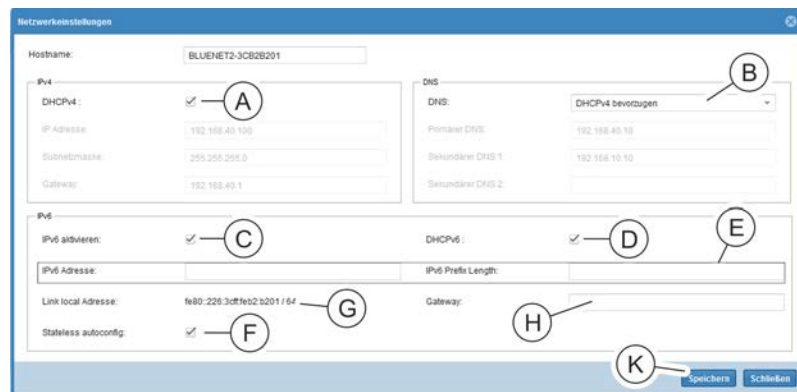

Abb. 224: Fenster "Netzwerkeinstellungen"
- Im Fenster "Netzwerkeinstellungen" im Bereich „IPv4“ die Checkbox „DHCPv4“ aktivieren (Abb. 224/Ⓐ).
- Im Bereich „DNS“ (Abb. 224/Ⓑ) den Parameter "DHCPv4 bevorzugen" oder "DHCPv6 bevorzugen" auswählen.
- Im Bereich „IPv6“ ggf. die Checkbox „IPv6 aktivieren“ (Abb. 224/Ⓒ) anklicken. Wenn „IPv6“ aktiviert ist, wird eine „Link local Adresse“ (Abb. 224/Ⓓ) automatisch auf der PDU gesetzt.
- Wenn die Checkbox „IPv6 aktivieren“ angeklickt ist, bei Bedarf die Checkbox „DHCPv6“ (Abb. 224/Ⓓ) aktivieren.
Alternativ die Checkbox „DHCPv6“ nicht aktivieren und IPv6-Adresse und IPv6-Prefix-Length manuell eintragen (Abb. 224/Ⓔ).
- Bei Bedarf im Bereich „IPv6“ einen Gateway eintragen (Abb. 224/Ⓕ).
- Bei Bedarf im Bereich „IPv6“ die Checkbox „Stateless autoconfig“ (Abb. 224/Ⓖ) aktivieren.
8. ➔ Eingabe über die Schaltfläche „Speichern“ (Abb. 224/Ⓢ) bestätigen.